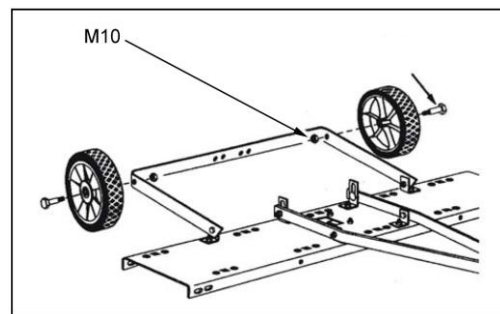

Figur 4
5. Montera ihop dragarmarnas främre del med två bultar (M8x30) och låsmuttrar (M8). Fäst kopplingen på dragarmen med två bultar (M8x50) och två låsmuttrar (M8). Dra inte åt helt än. Sätt i dragsprinten i kopplingen. Säkra den med fjädersprinten. Se figur 4.